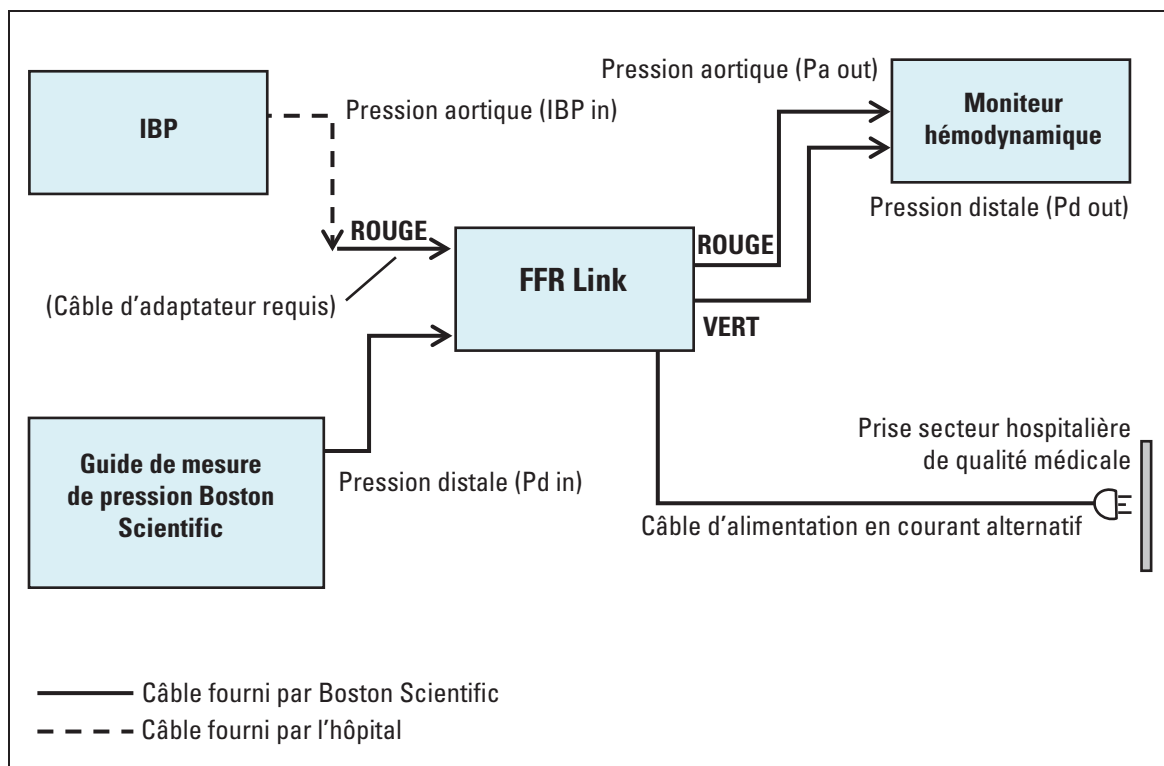

Figure 14. Câbles d'entrée et de sortie du FFR Link
10. Reconnecter tous les câbles au FFR Link, comme montré sur la figure 14.
4. Reconnecter tous les câbles, comme montré sur la figure 14.